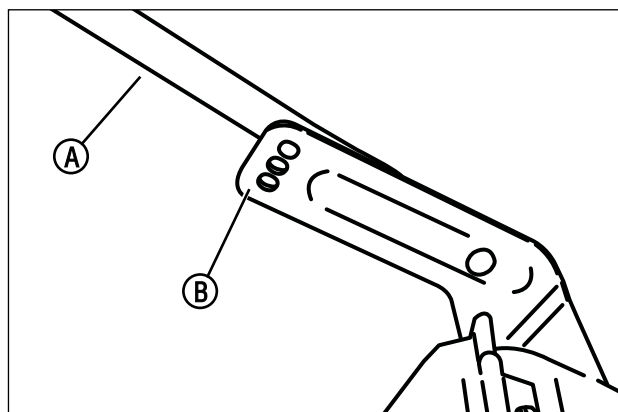

Figure 4 : Réglage de la hauteur de manche
1. Déposer les manettes et les boulons qui maintiennent le bas du poignée (**A**, **Figure 4**) sur les supports de fixation (**B**).